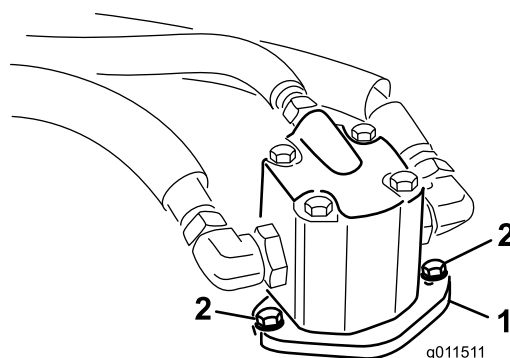

Figure 84
- Enlevez les boulons qui fixent le moteur hydraulique au plateau de coupe (Figure 84).